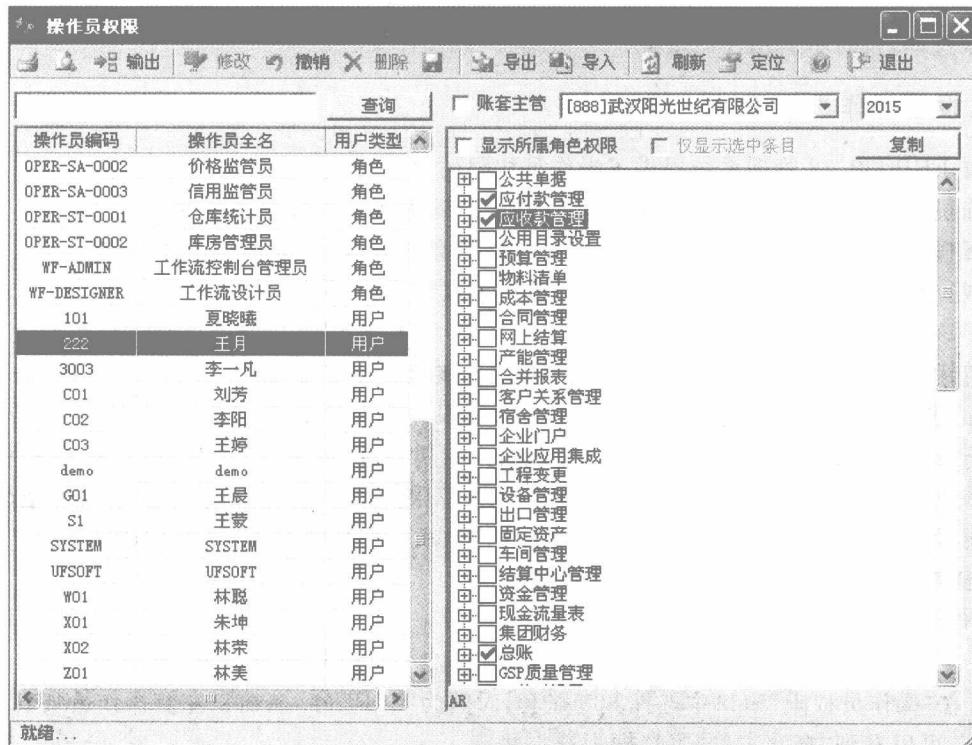

图 1-8 “操作员权限”窗口(修改)
- (1) 在“操作员权限”窗口中选中“222 王月”,选择“账套主管”右侧下拉列表框中的“[8 8 8] 武汉阳光世纪有限公司”。
- (2) 单击“修改”按钮,在右侧对话框中进行修改。
- (3) 选中“采购管理”“销售管理”“库存管理”“存货核算”“应付款管理”“应收款项管理”和“总账”复选框,如图 1-8 所示,单击“保存”按钮。